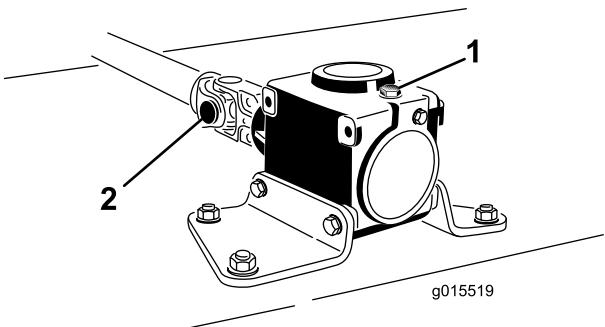

Figure 3
- Déposez la goupille cylindrique de la chape d'extrémité et de l'arbre du réducteur (Figure 3). Conservez la goupille cylindrique pour pouvoir la réutiliser.